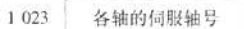
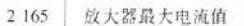

图 3
图 4
(2) CNC 侧将数控通道封闭,并忽略上电顺序,如图 3、图 4 所示。